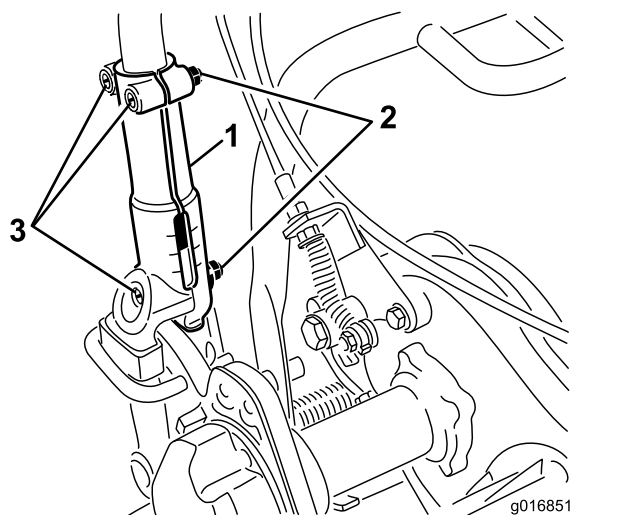

Figura 24
1. Solte os três parafusos e porcas da carroçaria que fixam cada um dos lados do manípulo nos grampos da barra de ligação (Figura 24).